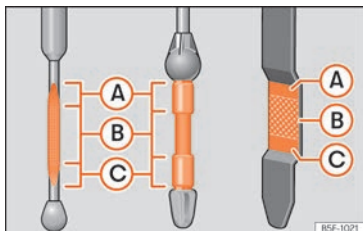

Fig. 304 Varilla de medición del nivel de aceite.
– A continuación, vuelva a extraerla y compruebe el nivel de aceite »» **fig. 304**. En caso necesario, reponga aceite del motor.
Si el nivel de aceite se encuentra por encima de la zona »» fig. 304 A, no arranque el motor. Puede causar daños en el motor y en el catalizador. Informe a un taller especializado.
El nivel de aceite no deberá estar en ningún caso por encima de la zona »» fig. 304 A. De no ser así, podría aspirarse aceite por el respiradero del cárter del cigüeñal y llegar a la atmósfera a través del sistema de escape.